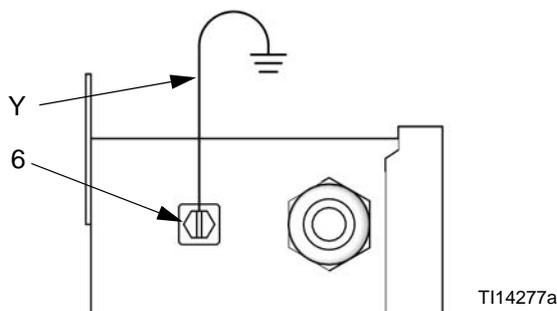

FIG. 6. Messa a terra del corpo
Collegare un filo di terra (Y) fra la vite di terra (6) del corpo del modulo e un terminale di messa a terra efficace. Vedere: FIG. 6.